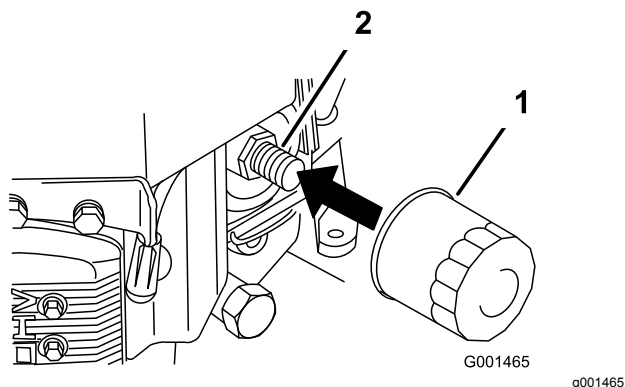

Рисунок 24
- Снимите старый фильтр (Рисунок 24).
3. Нанесите тонкий слой свежего масла на резиновую прокладку нового фильтра (Рисунок 24).
4. Установите новый масляный фильтр на переходник фильтра и поворачивайте его по часовой стрелке, пока резиновая прокладка не войдет в контакт с переходником фильтра, после чего затяните фильтр, повернув его еще на 3/4 оборота (Рисунок 24).